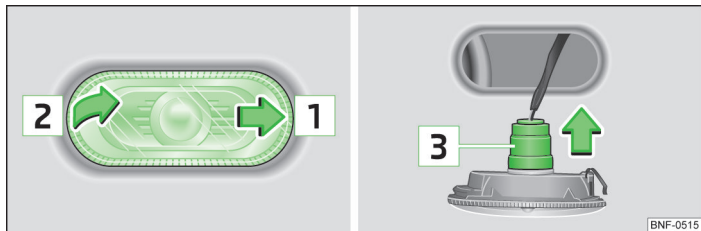

Fig. 128 Højre side: udskiftning af blinklygtens pære
- Skub sideblinklygten i pilens retning **1** » Fig. 128.